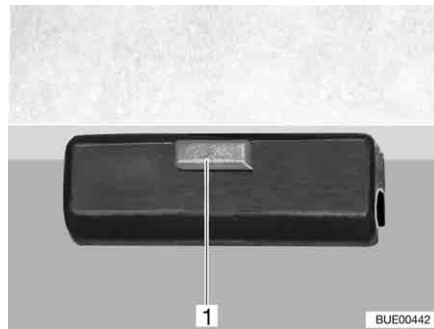

Fig. 105 Dispositif de verrouillage
- Desserrer le dispositif de verrouillage (Fig. 105,1) du plateau de la table.